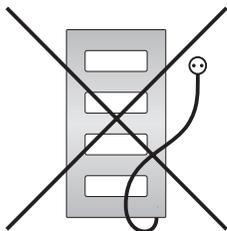

Рис. 8
5.9. Запрещается устанавливать дизайн-радиатор так, чтобы установочный провод при подключении к электрической розетке имел контакт с лицевой или тыльной стороной нагревательной панели (рис. 8, 9).